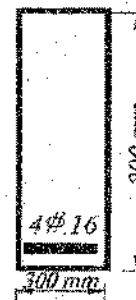

Fig. 2
c) For simply supported beam By knowing that $f_y = 350 \text{ N/mm}^2$ $f_{cu} = 35 \text{ N/mm}^2$ for cross section shown in Fig.2. calculate the follows:-
للشكل Fig. 2، تم تنفيذ أعمال الشد الخشبي وتم تسليم أعمال الحداده، وقبل الصب قامت الجهة المالكة بتغيير النظام المعماري للسقف مما أدى إلى زياده العزوم بنسبه تساوي $(1.1 * M_{max})$ ، اقترح حلين لتلك المشكله مع تقديم حسابات لاحد الحلين فقط. (فك الشد الخشبي مرفوض)